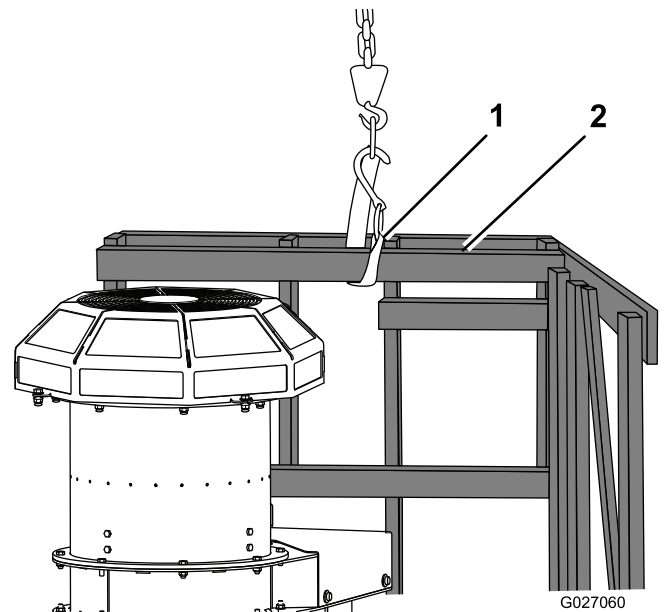

Figura 5
6. Sujete una cincha al extremo superior del palet y eleve el palet hasta que la caja y el soplador estén en posición vertical (Figura 5).